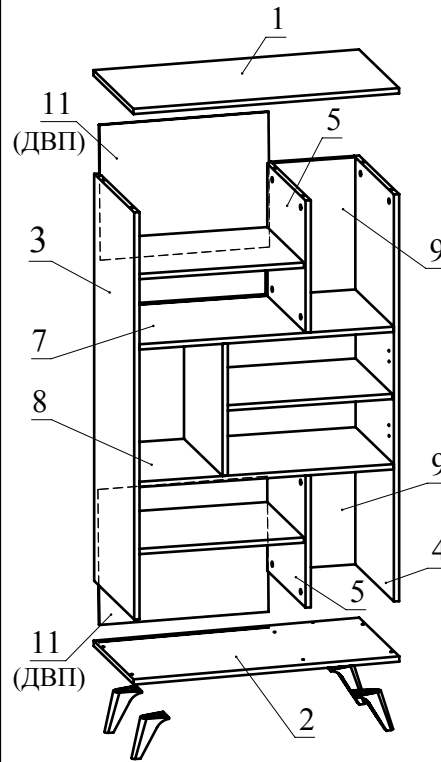

Рис.6
7. Вставьте задние стенки 11 из ДВП в пазы деталей 3, 5, 7 и 3, 5, 8 (Рис. 6).
8. Установите деталь 1 на детали 3, 4, 5, 9 и зафиксируйте, повернув конфирматным ключом головки минификсов по часовой стрелке до упора (Рис. 6).
10. Шурупами 3,5x20 прикрутите ножки к детали 2 (Рис. 6).